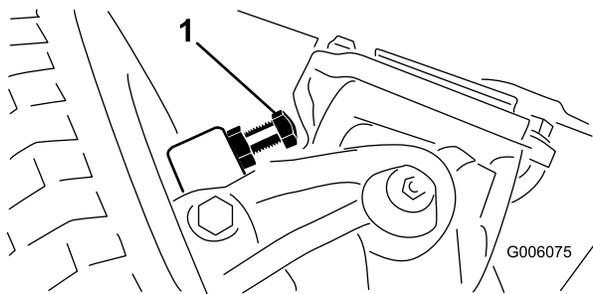

図 59
1. すきまが、2.286 mm になるよう、ボルトを締め込み、あるいはゆるめて調整します (図 59)。